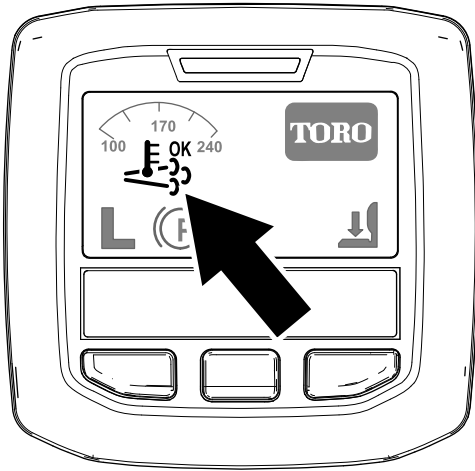

Bild 26
- Das Symbol für die unterstützte bzw. Zurücksetzen-Regenerierung im InfoCenter angezeigt (Bild 26).